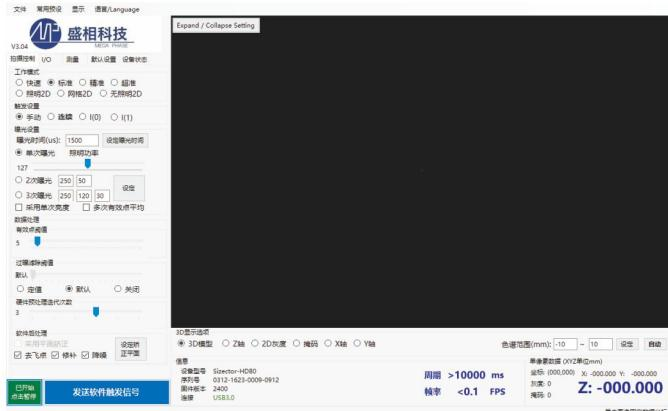

图12 Sizector Control Centre相机控制界面
2. 查看窗口内的显示信息是否正确，点击“Open”按钮，打开主页面，如图12所示。